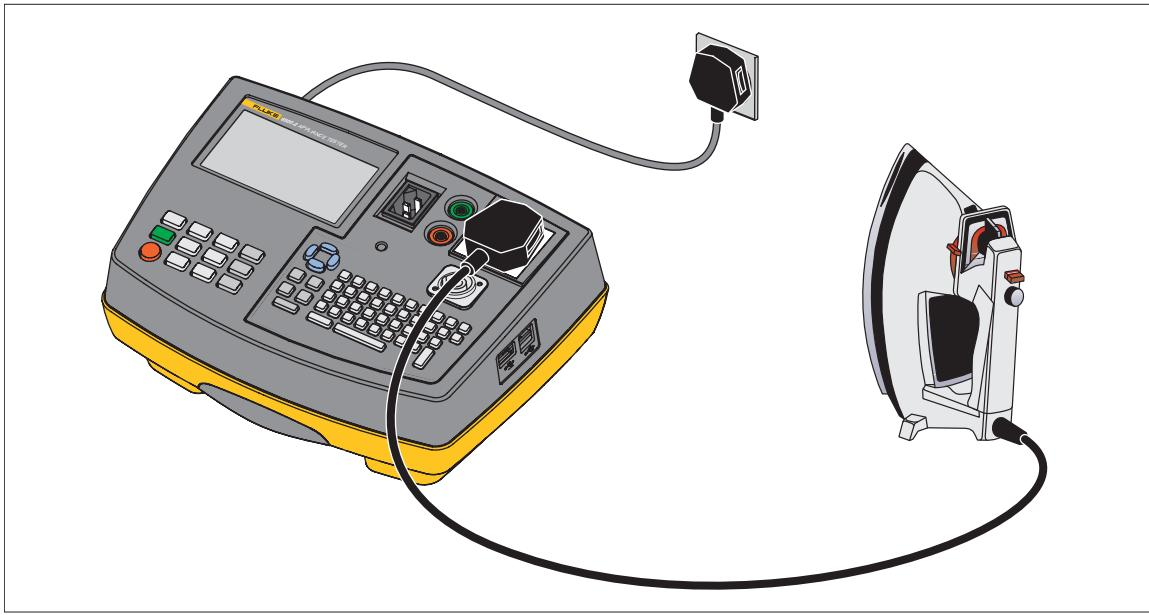
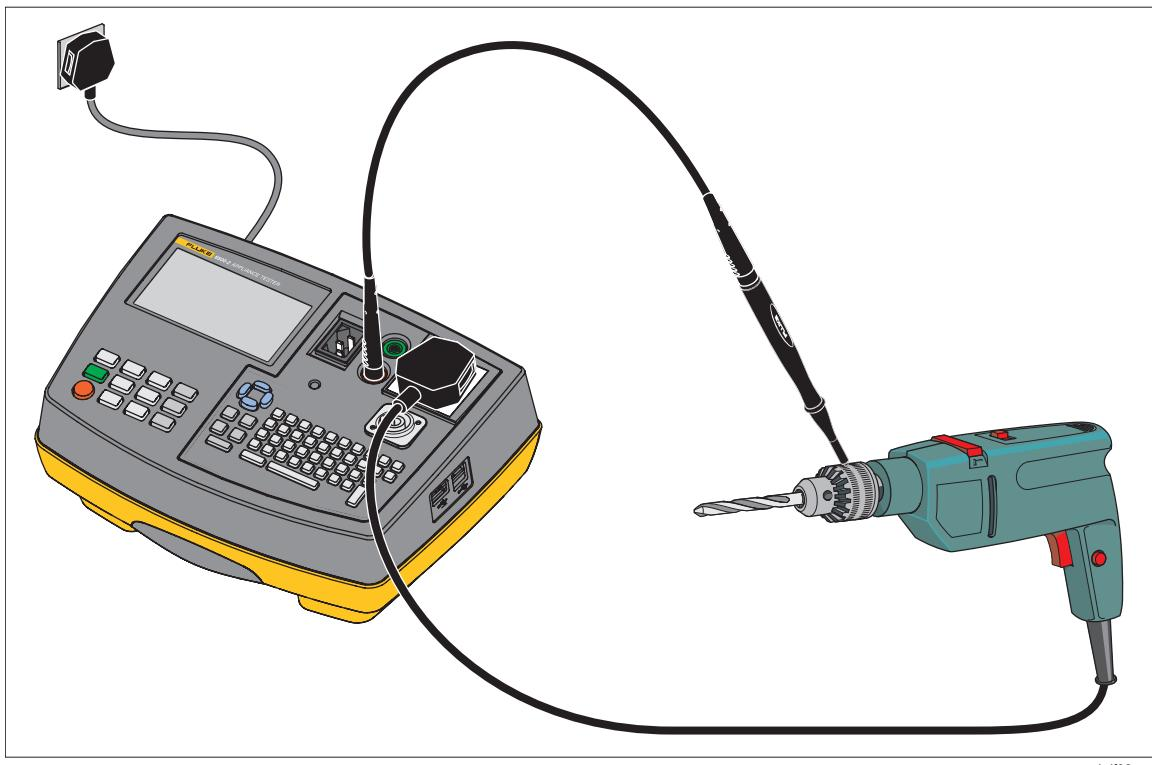

图 3. 绝缘测试连接 1 类
图 4. 绝缘测试连接 II 类
- 根据显示屏的指示连接电器和测试探头，请参见图 3 和图 4。